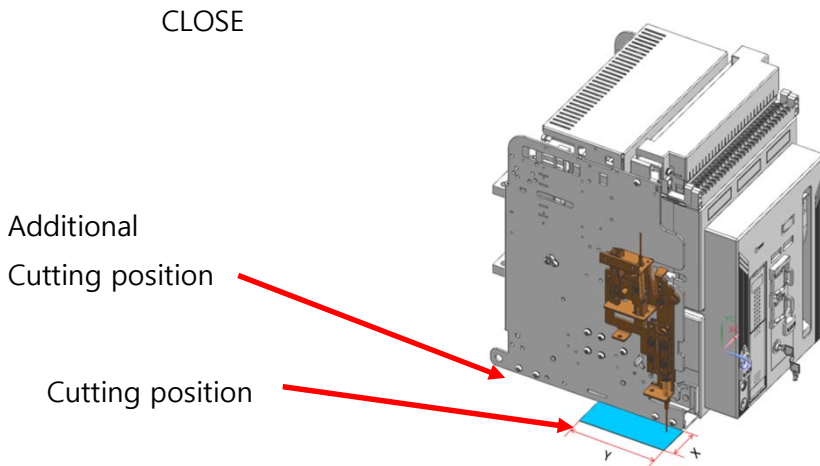

FIG 1
1. M/I (Mechanical interlock) UNIT를 적용 시 원활한 설치 및 안정된 동작을 위하여 CRADLE 좌측 바닥면을 X (70mm) * Y (140mm)이상의 치수로 커팅하여 주십시오. (FIG 1)
When installing M/I(Mechanical Interlock) Unit, Cut the left bottom of CRADLE at least X(70mm) * Y(140mm) size for convinience in installation and stability in running. (Fig 1)